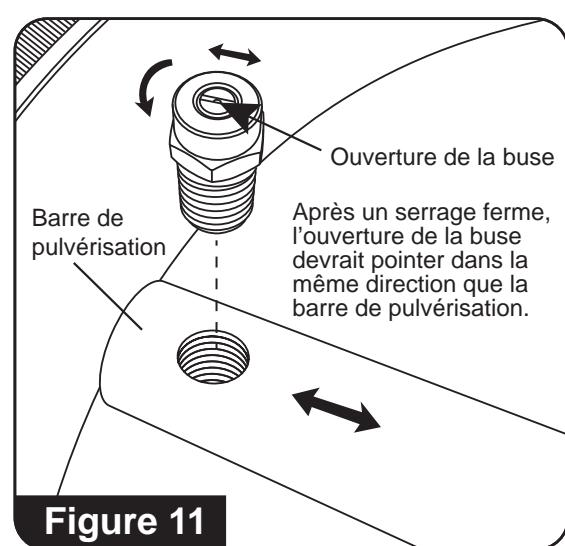

Figure 11
7. Réinstallez les buses sur la barre de pulvérisation. Serrez fermement. Alignez l'ouverture de la buse comme illustré à la **figure 11**.